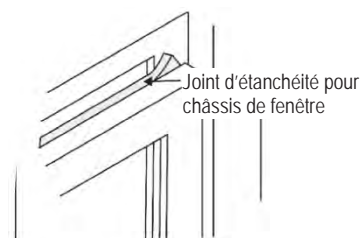

FIG. 19A
- Coupez la mousse d'étanchéité pour correspondre à la largeur de la fenêtre. Insérez dans l'espace entre les châssis supérieur et inférieur. (figure 19A)